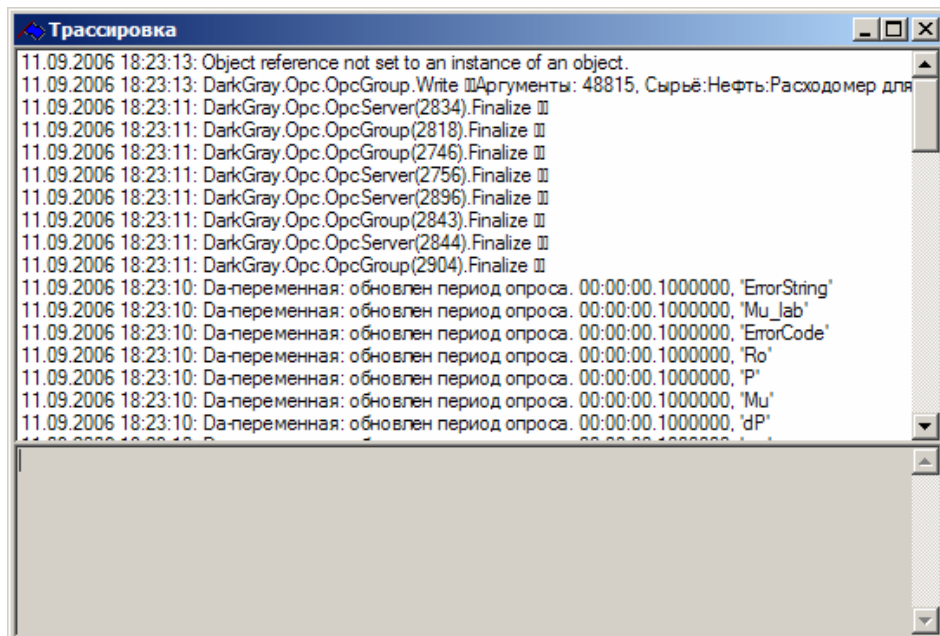

Рис. 14. Окно трассировки
- Проверьте правильность конфигурирования. Для проверки выделите левой кнопкой мыши узел учета и запустите OPC-сервер нажатием на кнопку  панели инструментов. Далее введите любое значение какой-либо входной переменной. О том как это сделать описано в разделе 12.1. Если конфигурация выполнена с ошибками, то после запуска сервера появится окно трассировки изображенное на рис. 14